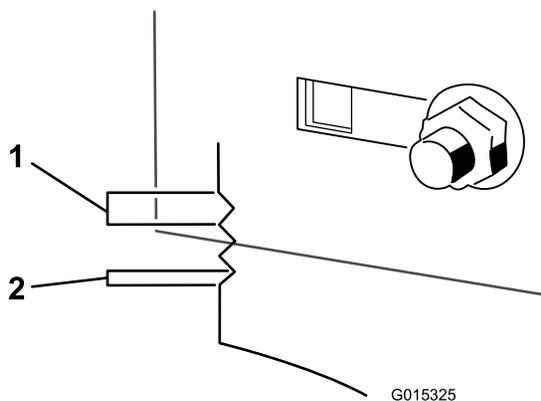

Figura 52
9. Utilizzate le tacche sulla staffa saldata per prendere le misure delle regolazioni. La superficie di ciascuna tacca corrisponde a 6 mm, mentre un singolo lato corrisponde a 3,2 mm (Figura 52). Regolate l'altezza del piatto di taglio sul valore desiderato.